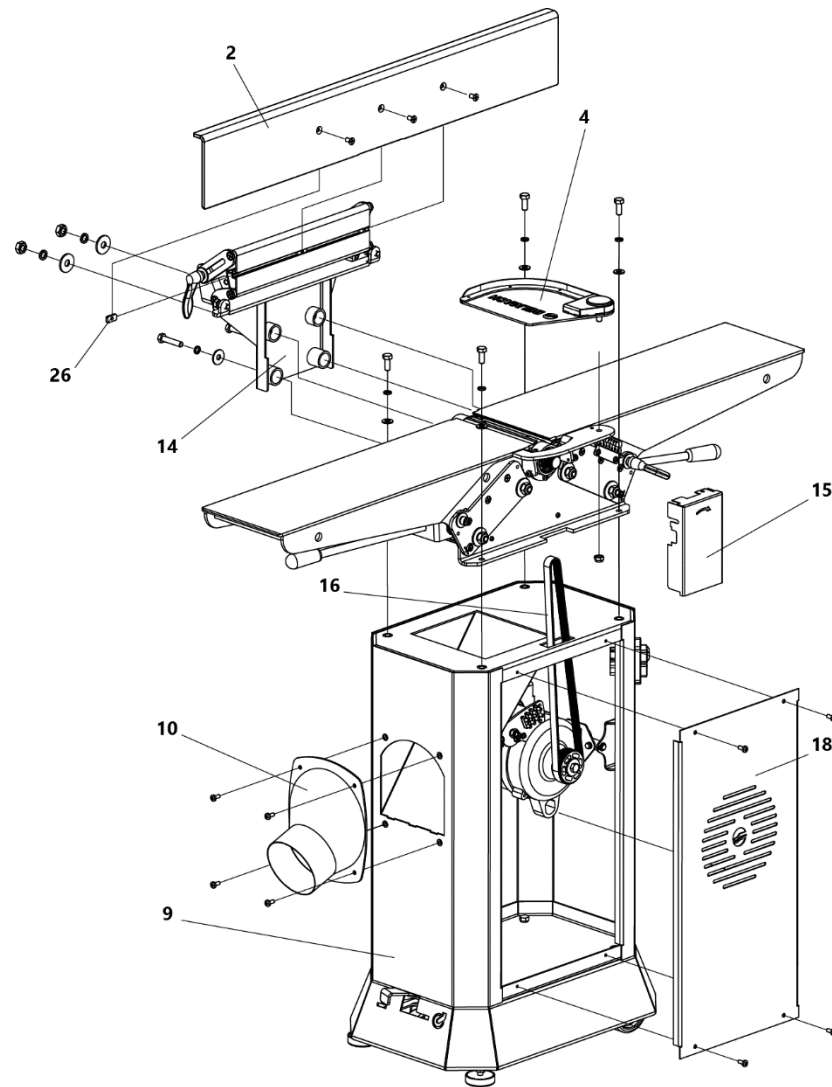

Рисунок 3 Сборка станка
- установите защитный кожух 15 и закрепите винтами M5×12 (рис. 3);
- установите кожух для удаления стружки 10 и закрепите винтами М5×12 (рис. 3);